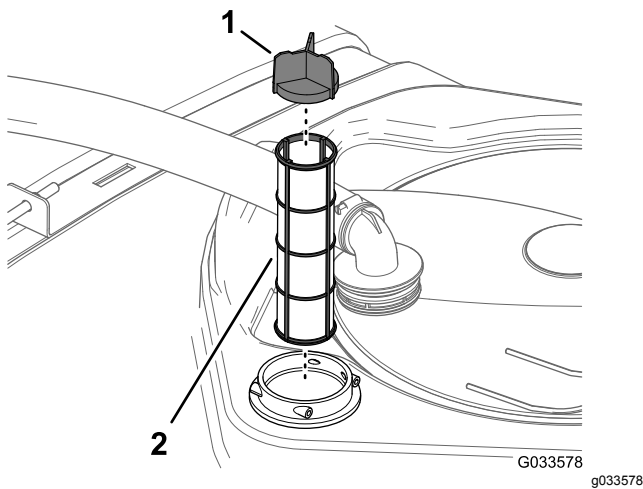

Figura 77
4. Estraiete il filtro di aspirazione dall'alloggiamento del filtro nel serbatoio (Figura 77).